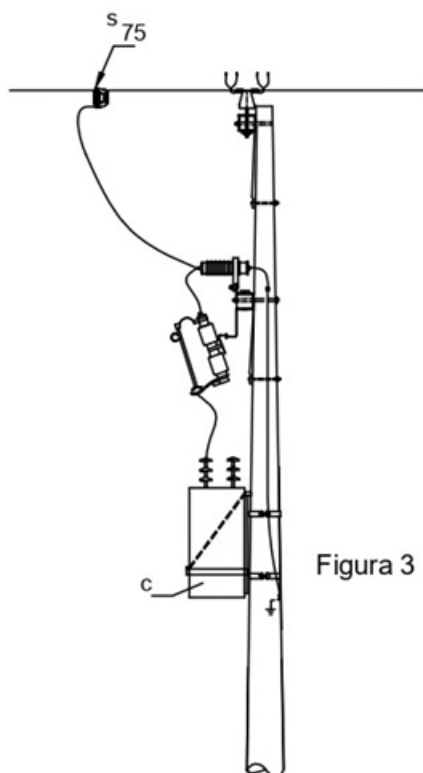

Figura 3
- En conexiones a equipos (seccionadores, reconectadores, reguladores, condensadores etc.), si se requiere desconexión, conector tipo cuña ET-356 . (Ver ejemplo figura 3).